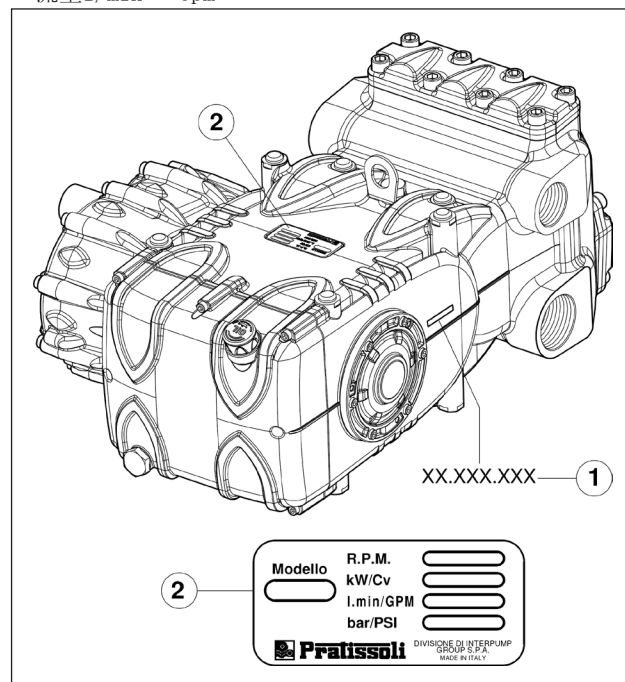

图 1
每个泵都有自己的序列号XX.XXX.XXX（见 ①）和标识牌（见图 1 的 ②），上面标示：